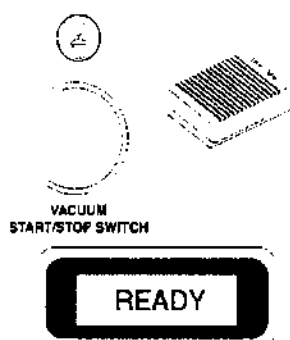

Рис. 4-8: Переключатель VACUUM START/STOP (НАЧАЛО/ОКОНЧАНИЕ ОБРАЗОВАНИЯ ВАКУУМА) или переключатель VACUUM FOOT (НОЖНОЕ УПРАВЛЕНИЕ ВАКУУМОМ)
3. Для установки уровня вакуума извлеките вакуумную трубку/резервуар из передней панели и включите режим OPERATING (РАБОТА), нажав и отпустив переключатель VACUUM START/STOP (НАЧАЛО/ОКОНЧАНИЕ ОБРАЗОВАНИЯ ВАКУУМА) на передней панели или ножную педаль управления вакуумом. На экране отобразятся РАБОЧИЕ показания создания вакуума у пациента (рис. 4.8).